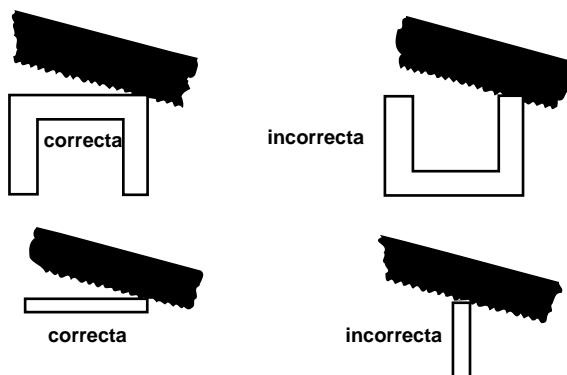

Figura 2 – Trabaje en la posición correcta
1. Asegure que la pieza que se cortará esté bien sujetada y en la posición correcta, es decir, que la pieza quede en contacto con el mayor número de dientes. (*Figura 2*)